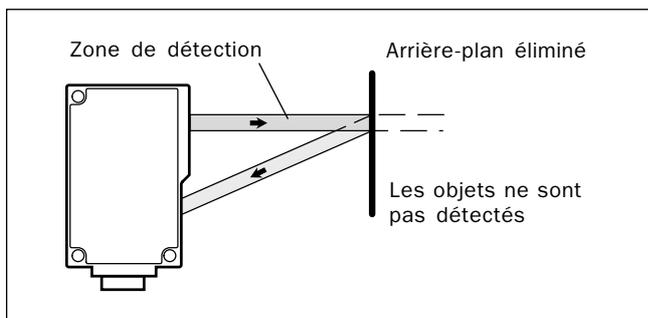

Fig. 10. Choix recommandé : Cellule photo électrique avec élimination d'arrière-plan p. ex. WT 24
- L'agencement doit protéger contre les erreurs volontaires ou non comme l'interversion de capteurs ou le court-circuit de signaux dans le système de commande. Une solution encore meilleure consiste à utiliser des capteurs optiques testables à élimination d'arrière-plan. p. ex. des WT 24 de SICK (Fig. 10).